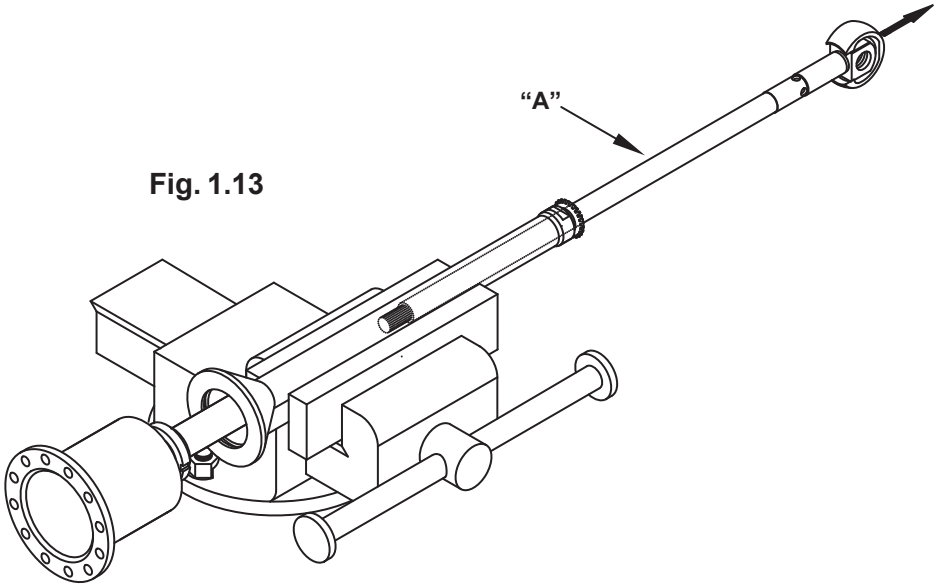

Fig. 1.13
1.5.04) Slide out the complete internal rod "A" (Fig. 1.13).